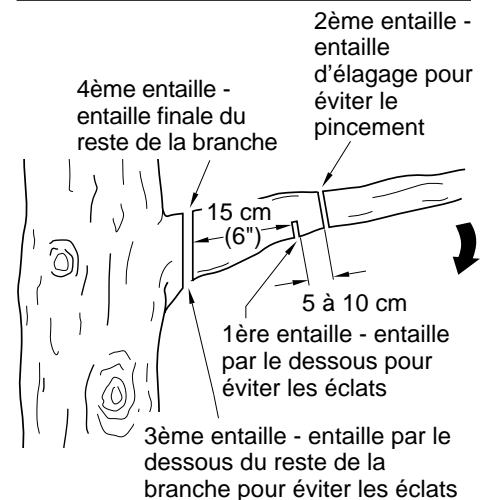

Figure 10 - Coupe d'une branche
1. Faire la première entaille à 15 cm (6 po) du tronc, sur le dessous de la branche. Utiliser le haut de la lame-guide pour faire cette entaille. Couper sur 1/3 du diamètre de la branche. (Voir la figure 10.)